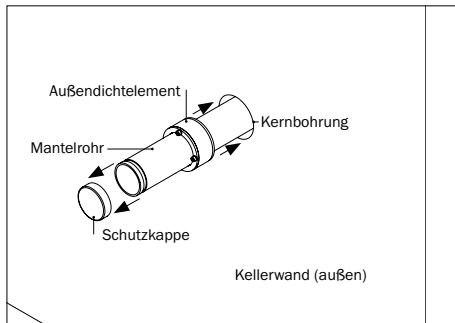

Abbildung 5.3: Schutzkappe entfernen und **Außendichteelement** über das Mantelrohr in die Kernbohrung schieben
- Nehmen Sie außenseitig die Schutzkappe vom vormontierten Mantelrohr und bewahren Sie diese auf (s. Abbildung 5.3).